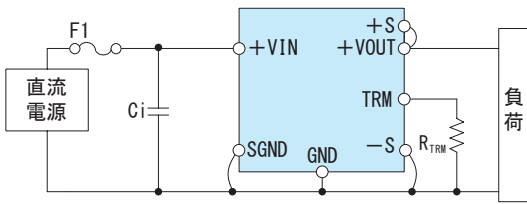

図1.1 標準接続方法
■BRNSシリーズを使用するためには、図1.1の接続が必要です。
(2) 入力側外付けコンデンサ
■電源の安全動作のために、+VIN端子とGND端子間にコンデンサCiを接続してください（図1.1及び表2.2）。